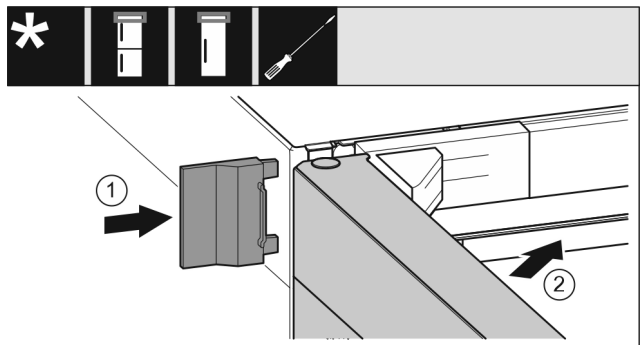

Fig. 35
- ▶ Uzbīdīet ārējo pārsegu. Fig. 35 (1)